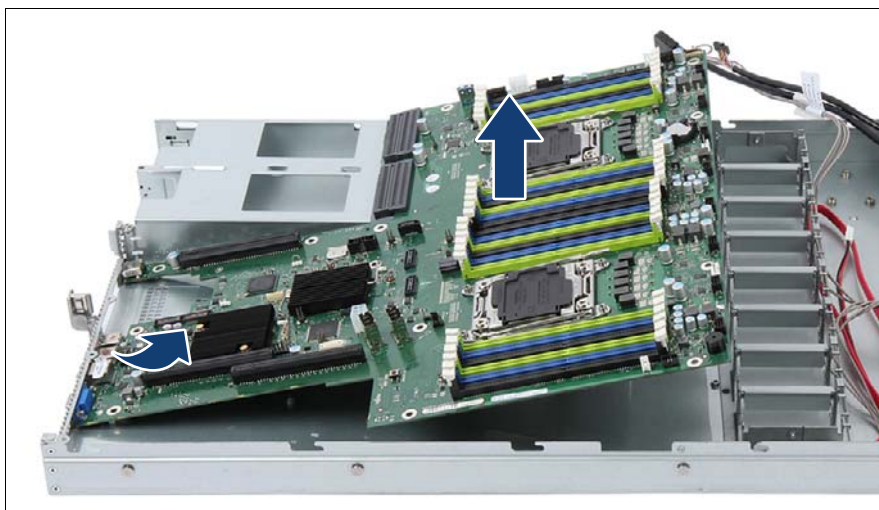

図 241: システムボードの取り外し
- ▶ システムボードをわずかに傾けて持ちながら挿入します。コネクタをコネクタパネルにスライドさせます（333 ページ の 図 241 を参照）。